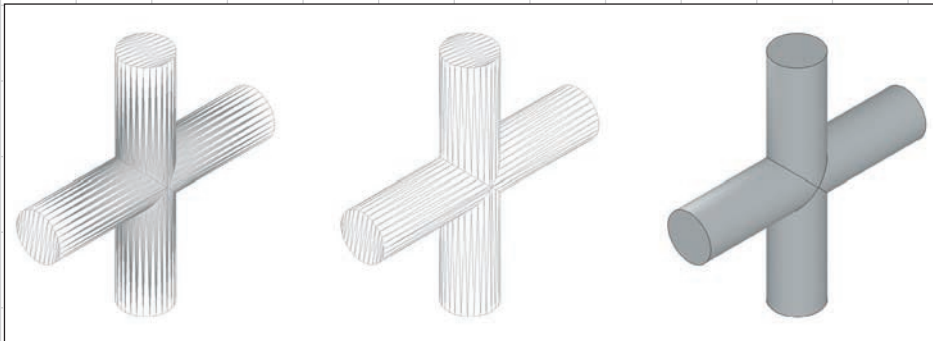

Рис. 33. Пересечение цилиндров по косинусоидам
- устранены сгущения для пересечения цилиндров по эллипсу при одинаковом шаге (рис. 33),